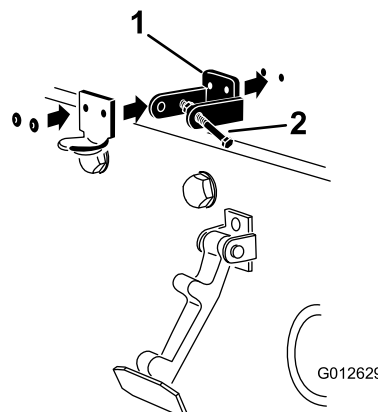

Figura 35
6. Nituii suportii și aibele pe capotă (Figura 35).